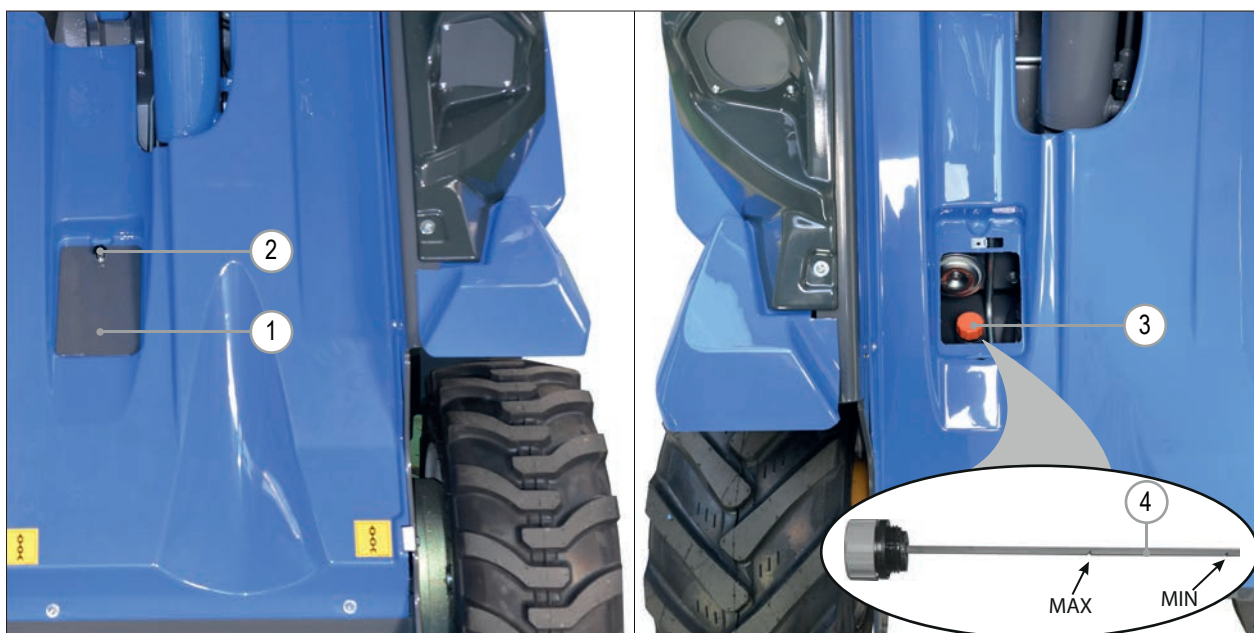

РИС. 43
- 3) Открутите ручку (РИС. 43 – Сс. 2), откройте крышку (РИС. 43 – Сс. 1), расположенную рядом с правым передним колесом.
- 4) Снимите крышку бака гидравлического масла (РИС. 43 – Сс. 3).
- 5) Убедитесь, что уровень масла не выходит за пределы отметки MIN на щупе (РИС. 43 – Сс. 4).